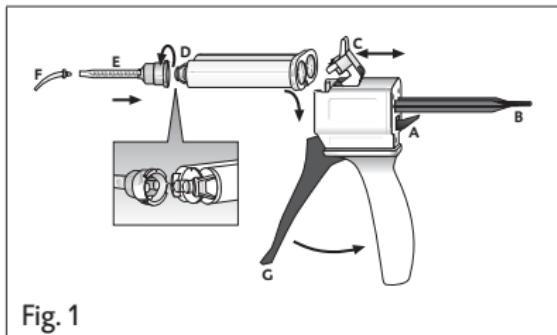

Fig. 1
1. Presione hacia arriba la palanca [Fig. 1, Pos. A] situada en la parte posterior del dispensador Automix-Dispenser y tire de la varilla de mando [Fig. 1, Pos. B] totalmente hacia atrás.
2. Desplace hacia arriba el fiador de plástico [Fig. 1, Pos. C], coloque el cartucho y bloquéelo con el fiador de plástico [Fig. 1, Pos. C].
1. Gire 90° en sentido antihorario el capuchón del cartucho [Fig. 1, Pos. D] o la cánula de mezcla usada, retírelo y deséchelo.
2. Coloque la nueva cánula de mezcla [Fig. 1, Pos. E].
4. Coloque la Intraoral-Tip [Fig. 1, Pos. F].
- ▶ Mezcle el material en la cánula de mezcla accionando la palanca [Fig. 1, Pos. G] del dispensador Automix-Dispenser y aplíquelo directamente.
2. Eleve el fiador de plástico [Fig. 1, Pos. C] y extraiga el cartucho.